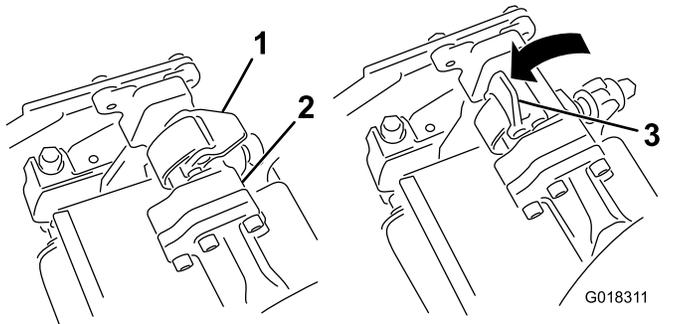
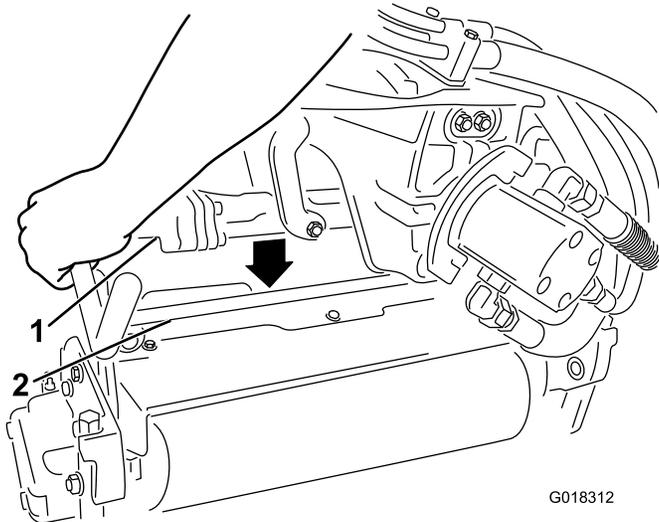

Figura 3
Figura 4
2. Con los enganches de la barra del brazo de suspensión abiertos (Figura 3), empuje hacia abajo el brazo de suspensión de modo que encaje sobre la barra superior del aireador (Figura 4).
3. Cierre los enganches para bloquear el aireador en su sitio (Figura 3)